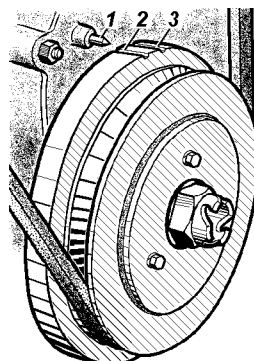
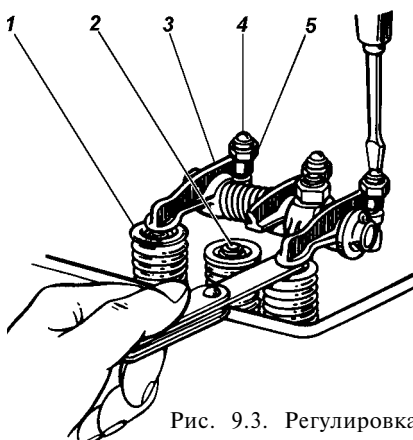

Рис. 9.2. Установочные метки на шкиве-демпфере коленчатого вала:
Рис. 9.3. Регулировка зазора между коромыслом и клапаном:
- установите поршень первого цилиндра по метке на шкиве-демпфере коленчатого вала (рис. 9.2) в ВМТ при такте сжатия и щупом проверьте зазор между коромыслами и 1, 2, 4, 6 клапанами. При неправильном зазоре с помощью регулировочного винта установите зазор по щупу (рис. 9.3), после чего, поддерживая отверткой регулировочный винт, затяните контргайку и проверьте правильность зазора;